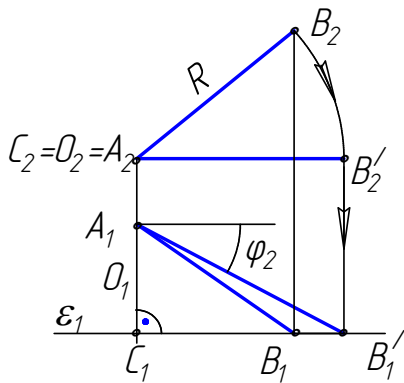

Рис. 27. Способ вращения вокруг проецирующей прямой
**Пример 5.** Определить натуральную величину отрезка прямой  $AB$  и угол наклона его к плоскости проекций  $\Pi_2$  (рис. 27).